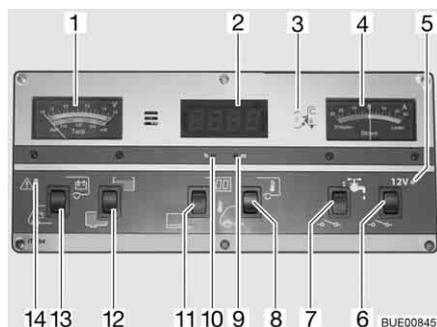

Bild 104 Panel IT 994
Beim Anzeigeeinstrument V/Tank (Bild 104,1) die obere Skala beachten. Das Anzeigeeinstrument wird automatisch beleuchtet, sobald ein Schalter gedrückt wird.
- Wippschalter (Bild 104,13) unten drücken: Die Batteriespannung der Starterbatterie wird angezeigt.
- Wippschalter (Bild 104,13) oben drücken: Die Batteriespannung der Wohnraumbatterie wird angezeigt.
Beim Anzeigeeinstrument V/Tank (Bild 104, 1) die untere Skala beachten. Das Anzeigeeinstrument wird automatisch beleuchtet, sobald ein Schalter gedrückt wird.
- Wippschalter (Bild 104,12) oben drücken: Die Wassermenge wird angezeigt.
- Wippschalter (Bild 104,12) unten drücken: Die Abwassermenge wird angezeigt.
Die rote Warnleuchte ALARM (Bild 104,14) blinkt, sobald die Spannung der Wohnraumbatterie 11 V (Messung im laufenden Betrieb) unterschreitet und damit Tiefentladung droht.
Einschalten: ■ Wippschalter (Bild 104,11) oben drücken: Digitaluhr-Anzeige ist eingeschaltet. Temperaturanzeige ist betriebsbereit.
Ausschalten: ■ Wippschalter (Bild 104,11) unten drücken: Digitaluhr-Anzeige und Temperaturanzeige sind ausgeschaltet.
- Mit einem dünnen Gegenstand, z. B. Kugelschreibermine, in die Öffnung für die Stundenanzeige (Bild 104,10) drücken, bis die gewünschte Stundenzahl angezeigt wird.
- Mit einem dünnen Gegenstand, z. B. Kugelschreibermine, in die Öffnung für die Minutenanzeige (Bild 104,9) drücken, bis die gewünschte Minutenzahl angezeigt wird.
- Wippschalter (Bild 104,8) oben drücken: Die Innentemperatur wird angezeigt.
- Wippschalter (Bild 104,8) unten drücken: Die Außentemperatur wird angezeigt.
Am Anzeigeelement Strom (Bild 104,4) wird ständig der aktuell fließende Batteriestrom angezeigt. Das Anzeigeelement wird automatisch beleuchtet, sobald ein Schalter gedrückt wird.
Der 12-V-Hauptschalter (Bild 104,6) schaltet das Panel und die 12-V-Versorgung des Wohnraums ein und aus.
- Wippschalter (Bild 104,6) oben drücken: Die 12-V-Versorgung des Wohnraums ist eingeschaltet. Die Kontroll-Leuchte (Bild 104,5) leuchtet grün.
- Wippschalter (Bild 104,6) unten drücken: Die 12-V-Versorgung des Wohnraums ist ausgeschaltet. Die Kontroll-Leuchte (Bild 104,5) erlischt.
Die 12-V-Kontroll-Leuchte (Bild 104,5) leuchtet, wenn der 12-V-Hauptschalter (Bild 104,6) eingeschaltet ist.
Die gelbe 230-V-Kontroll-Leuchte (Bild 104,3) leuchtet, wenn am Eingang des Elektroblocs Netzspannung vorhanden ist.
Einschalten: ■ Wippschalter (Bild 104,7) oben drücken: Die Wasserversorgung ist eingeschaltet.
Ausschalten: ■ Wippschalter (Bild 104,7) unten drücken: Die Wasserversorgung ist ausgeschaltet.